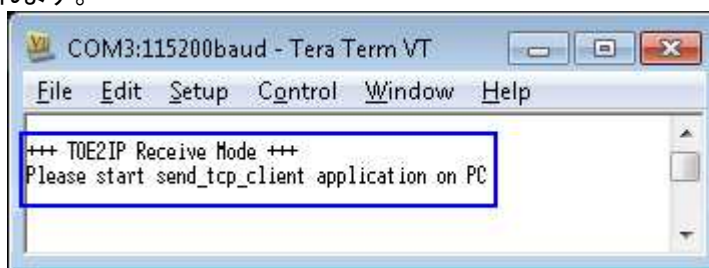

図 9: データ受信テストのメッセージ
- (1) シリアル・コンソールにて[1]または[R]キーを入力し受信テスト・モードを選択します。すると下図 9 のようなメッセージが表示されます。